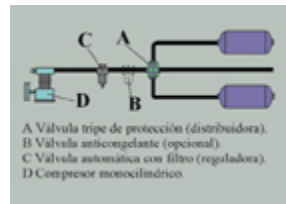

Fig. 47
- Circuito de alimentación. **(fig. 47).**
Circuito de alimentación (fig. 47)